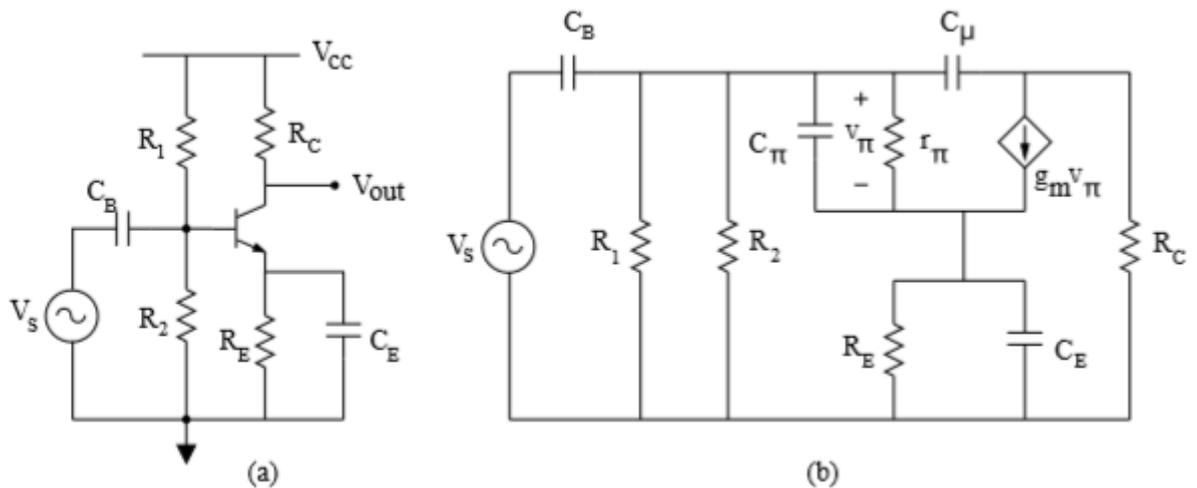

Рис. 12. Усилитель с общим эмиттером: (а) схема и (b) мало-сигнальная эквивалентная цепь
2. Зависящие от смещения компоненты: рассмотрим усилитель с общим эмиттером, показанный на рис. 12а. В схеме есть нелинейный элемент, собственно биполярный транзистор, чье мало-сигнальное поведение (AC) зависит от рабочей точки, то есть, состояния на постоянном токе. В частности, если используется  $\pi$  эквивалентная схема для модели BJT в мало-сигнальной ситуации (см. рис. 12 b), тогда  $g_m = I_C/V_T$  и  $r_\pi = \beta/g_m$  зависят от постоянного тока коллектора  $I_C$ . Ясно, что не было бы смысла выполнять анализ на переменном токе напрямую; AC solve блок должен быть предварен блоком DC solve так, чтобы зависящие от смещения величины в мало-сигнальной цепи получили расчёты от симулятора.